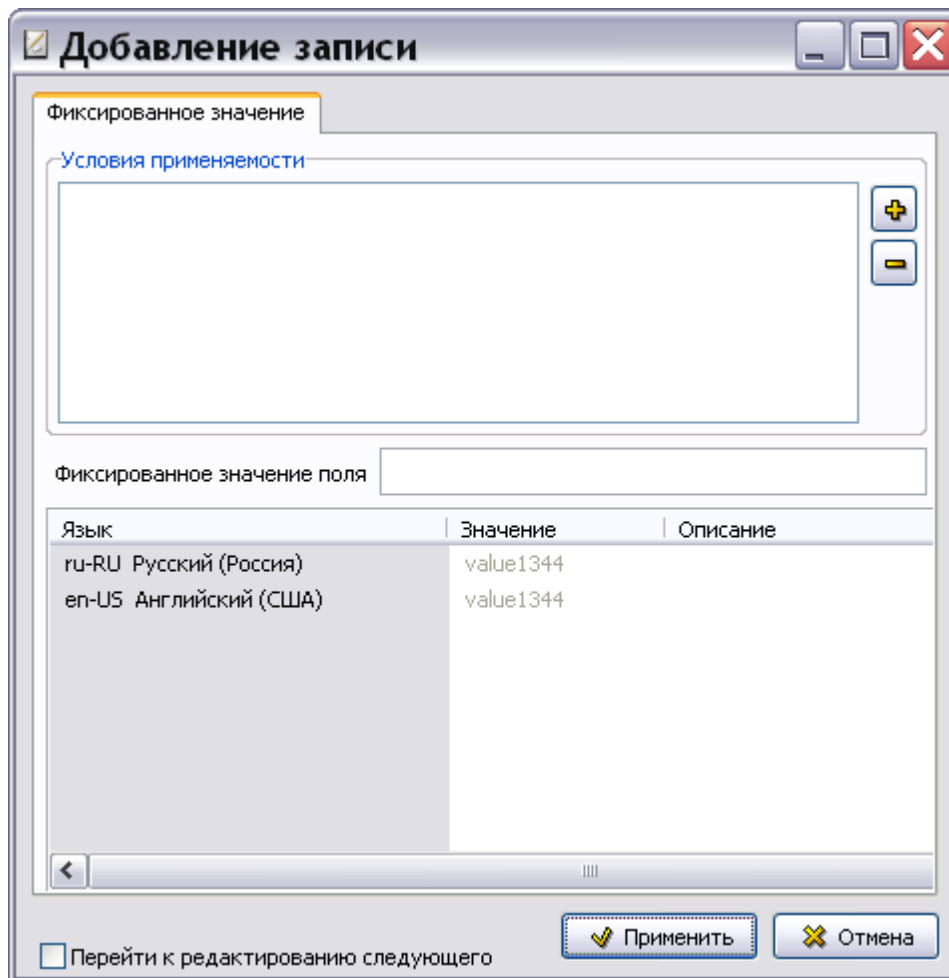

Рис. 2.19
3. В нижнем правом окне нажмите на кнопку . После этого появится диалоговое окно **Добавление записи** для фиксированного значения (Рис. 2.19).